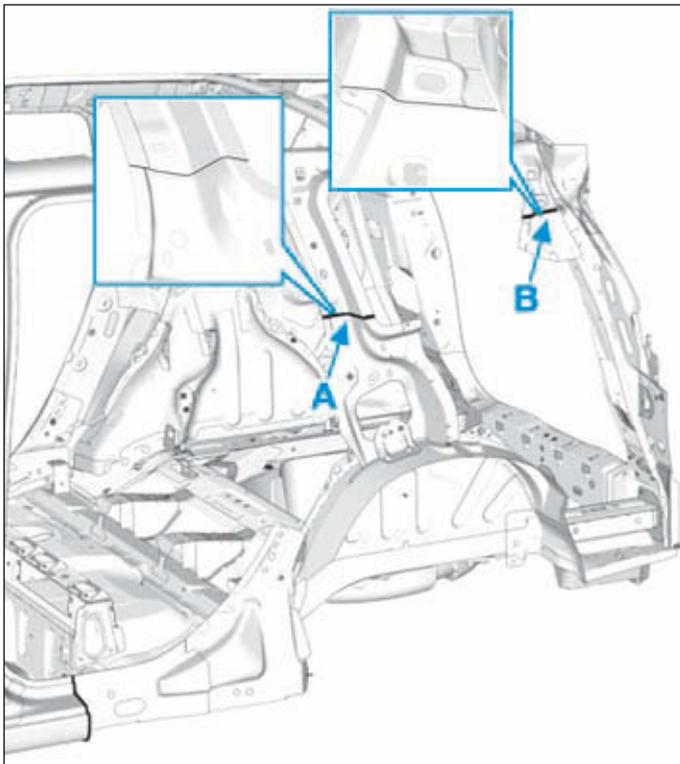

FIG.85
- Tenir compte du détail de coupe (Fig.85).